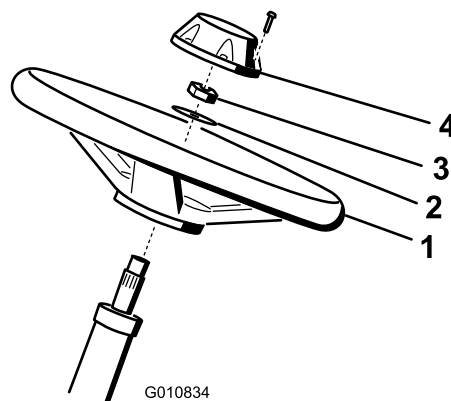

図 4
1. ハンドルをステアリングシャフトにはめ込む 図4。
2. ワッシャをステアリングシャフトにはめ込む 図4。
3. ロックナットでハンドルを固定し、27 35N・m 2.83.6kg/m = 2026ft-lb にトルク締めする 図4。
4. キャップを取り付け、ボルト6本で固定する 図4。